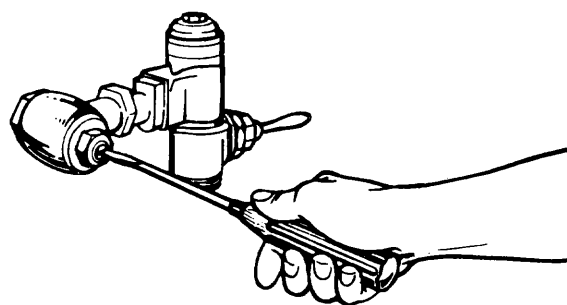

Fig. 2
- 2º paso *Apriete hasta el tope el tornillo de la válvula. (Fig. 2).*